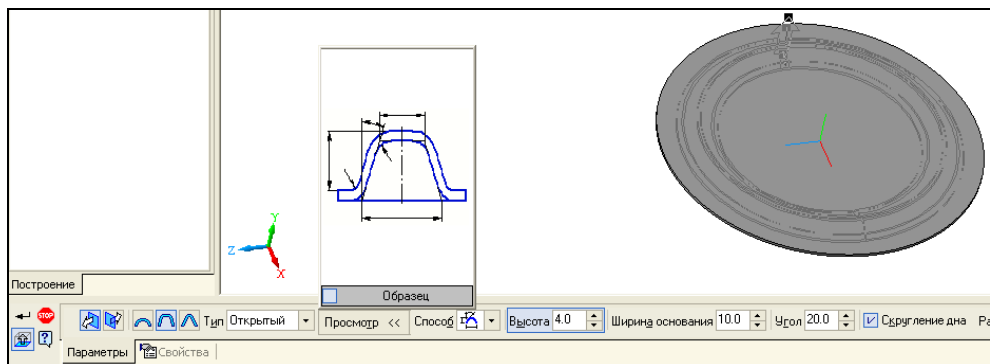

Рис. 41.11. Панель свойств: Буртик
- ◆ нажмите кнопку **Буртик** на панели инструментов **Элементы листового тела**. На экране появилась Панель свойств: Буртик и фантом буртика (рис. 41.11). Панель свойств имеет две вкладки: **Параметры** и **Свойства**. Вкладка **Свойства** идентична вкладкам **Свойства** для всех команд. Элементы управления вкладки **Параметры** рассмотрены в табл. 41.3;